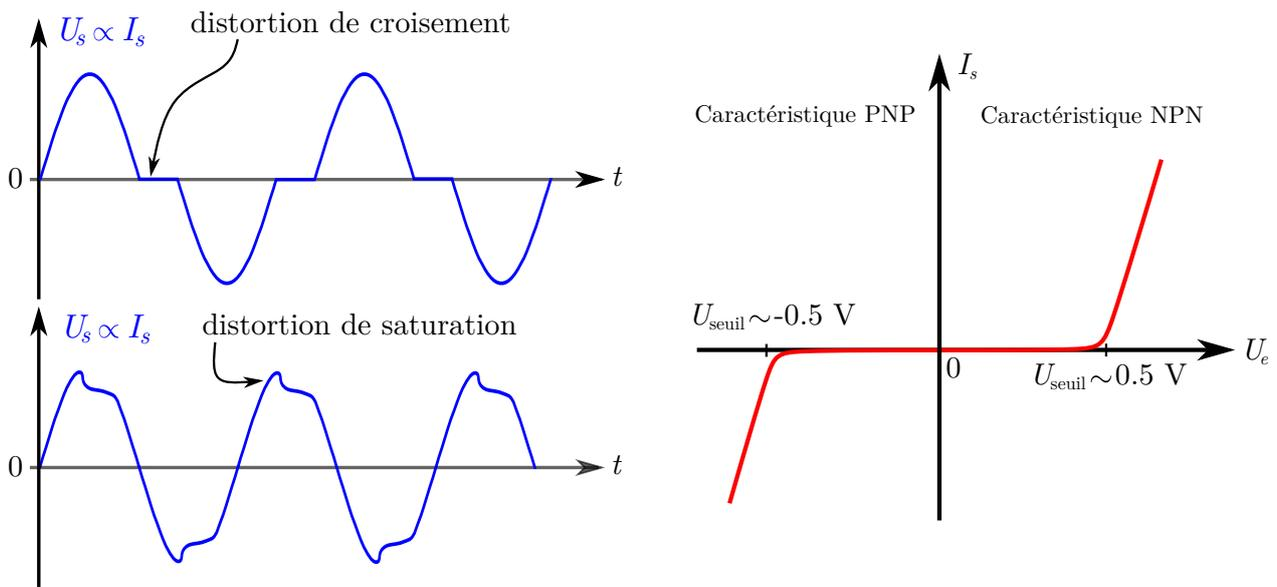

FIGURE 7 – **Distortions induites par un montage push-pull.**
- **Manip d'illustration** : le GBF fournit une tension d'entrée U_e , i.e. un courant d'entrée I_e sinusoïdal de 300 Hz, on visualise à l'oscilloscope avec la tension U_s proportionnelle au courant de sortie I_s circulant dans la résistance R_s . Pour des courants d'entrée pas trop forts ($|U_e| \leq 10\text{ V}$), le courant I_s est bien amplifié en valeurs positives et négatives. Néanmoins, on constate qu'il y a une déformation du signal autour de zéro : c'est ce que l'on appelle la *distorsion de croisement*. Cette distorsion provient de la réponse en tension du montage push-pull, qui n'est autre que la combinaison de la réponse en tension du NPN combinée avec celle du PNP, comme représenté en figure 7.